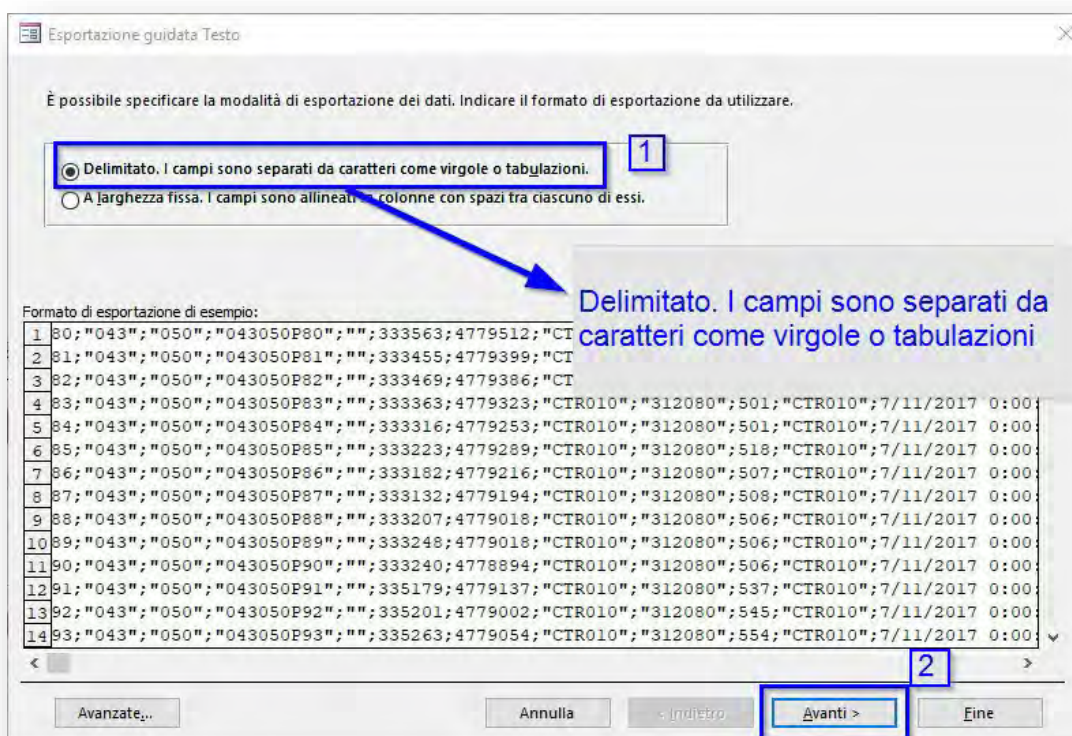

Figura 10 – Esportazione guidata Testo
- a. nel primo step, spuntare la voce “**Delimitato**” e premere il pulsante “**Avanti**” (Figura 10);